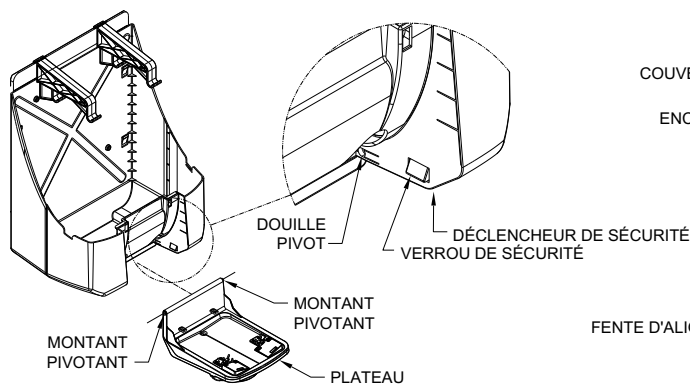

Figure 5
## Étape 4. Plateau (réf. Figure 5)
A. Remplacez le couvercle (réf. étape 5) et fermez le plateau. **REMARQUE** : Le plateau ne doit pas être fermé avec le verrou de sécurité engagé. Pour désengager le verrou de sécurité, appuyez sur le déclencheur de sécurité qui se trouve dessous le boîtier (réf. Figure 5).